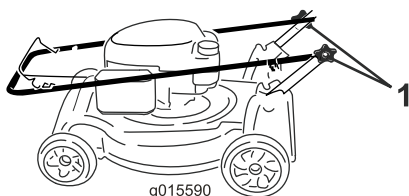

Figura 3
1. Afloje los pomos del manillar (Figura 3).
3. Apriete los pomos del manillar firmemente a mano (Figura 3).